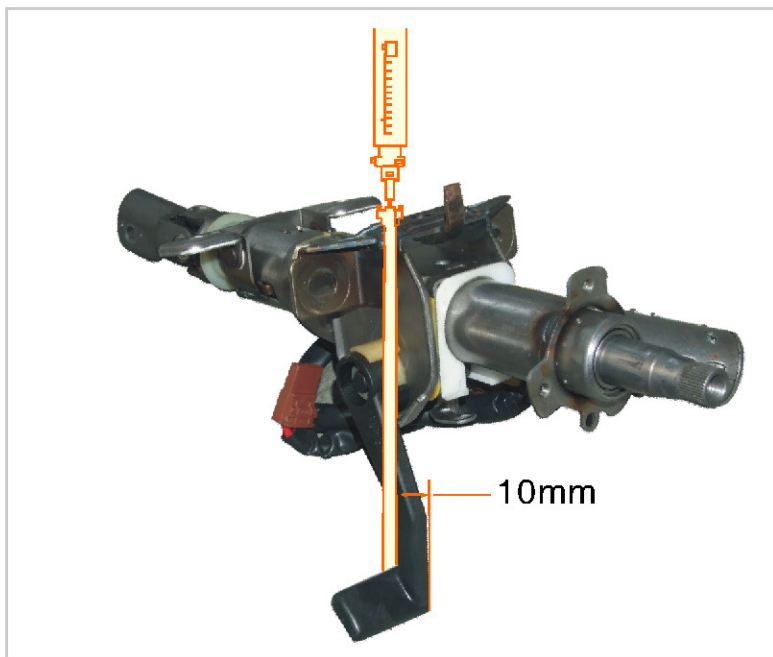

图6-20 测量倾斜度
(1) 从放松位置跳到锁紧位置，把倾斜度调节手柄移动 2 ~ 3 次，如图6-20所示。从距离倾斜度调节手柄10mm处，测量其预紧力。预紧力：70~90N，如果测量结果超过技术要求，则按照以下程序调节预紧力。